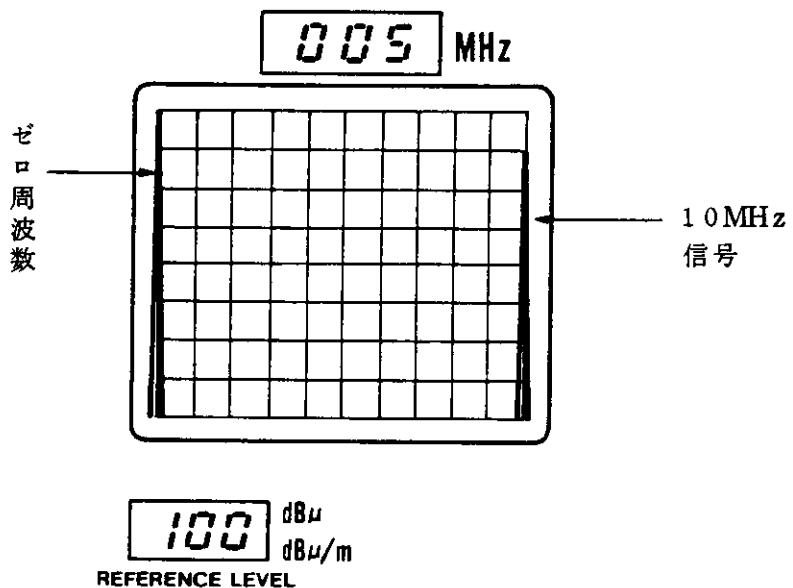

図 5-10 スキャン・リニアリティの試験
- TUNING** つまみをまわして, ゼロ周波数を CRT ディスプレイの一番左の線に合わせます。〔図 5-10〕